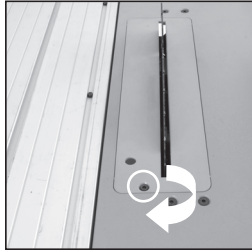

Fig. 2
- Ôter l'insert d'établi en dévissant la vis de fixation d'env. 1/4 de tour (**fig. 2**) . Soulever l'insert d'établi et le retirer de l'établi.